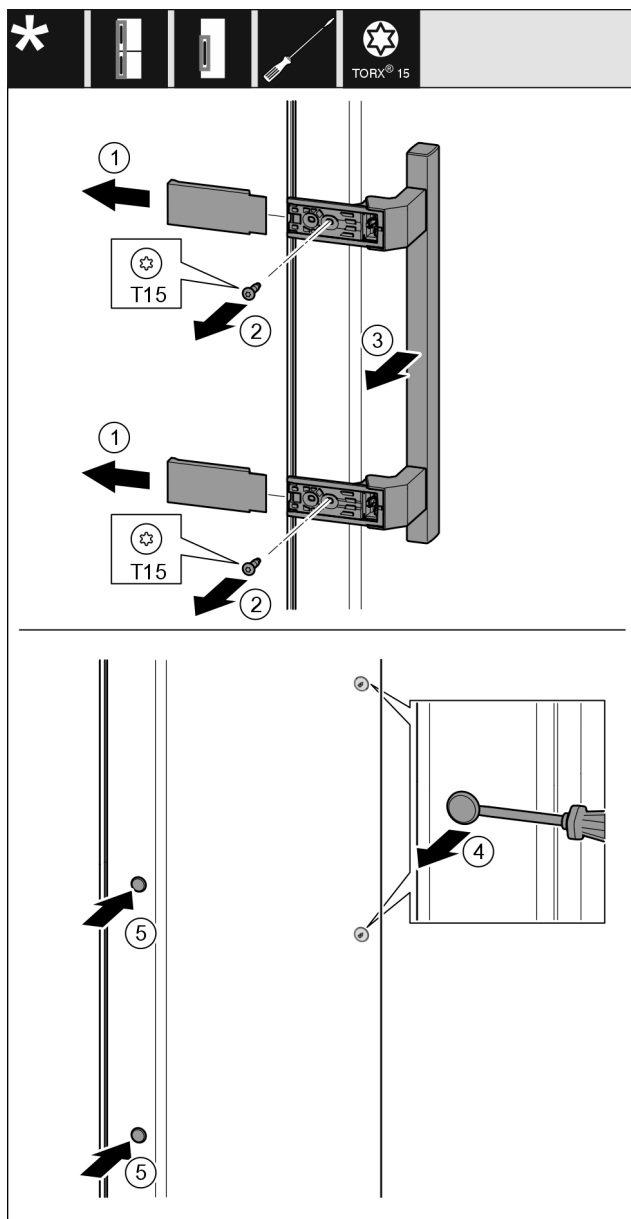

Fig. 21
- ▶ Levante la cubierta Fig. 21 (1).
- ▶ Desatornille los tornillos Fig. 21 (2) con el destornillador.
- ▶ Retire el tirador Fig. 21 (3).
- ▶ Levante con cuidado el tapón lateral Fig. 21 (4) con un destornillador de punta plana y extráigalo.
- ▶ Vuelva a colocar el tapón Fig. 21 (5) en el otro lado.